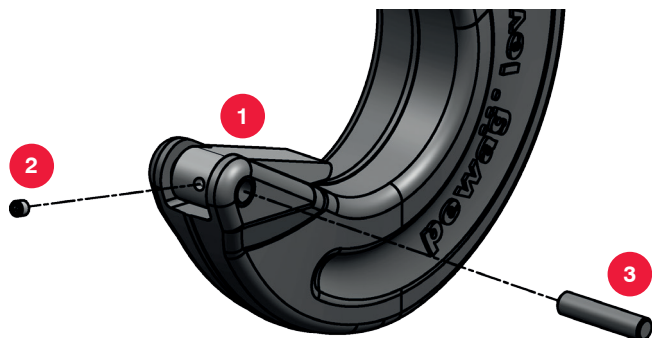
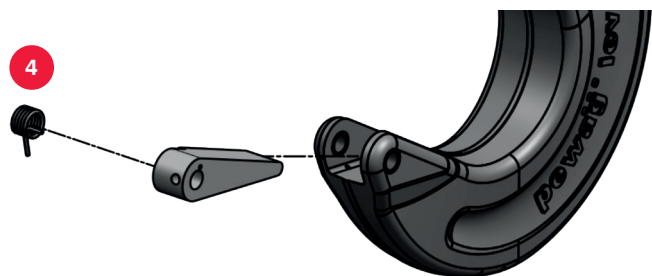

Figure 16
Figure 17
Rabattez le linguet de sécurité ① entièrement vers l'intérieur du crochet pivotant et ouvrez la vis de retenue ② à l'aide d'une clé à six pans creux, comme représenté sur la figure 16. Extrayez l'axe ③ en le poussant. Vous pouvez alors extraire le linguet de sécurité ① et son ressort ④ du crochet. (figure 17). Retirez le ressort .